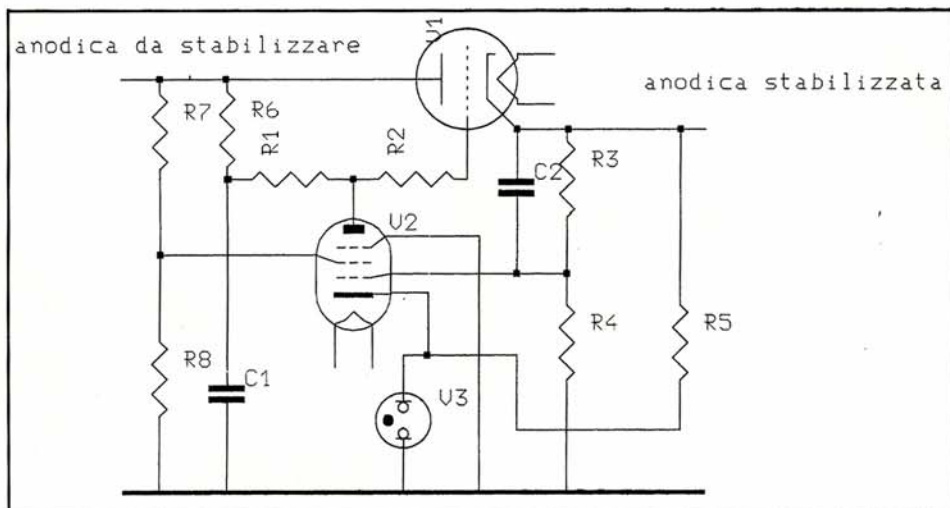

Fig. 2 - Evoluzione del circuito di Fig. 1.
La seconda miglioria applicabile al circuito di base (Fig. 2) è quella di collegare la griglia del tubo pilota all'uscita attraverso un condensatore di forte capacità; tale modifica aumenta chiaramente il guadagno dell'amplificatore poiché elimina la perdita dovuta al partitore di uscita, che divide solitamente almeno per due. Tutto funziona però fintanto che la sua reattanza rimane trascurabile nei confronti delle resistenze di partizione e non può evidentemente migliorare la stabilità a lungo termine (mentre aiuta enormemente a sopprimere il ripple). Il tubo a gas viene poi generalmente alimentato a partire dalla tensione di uscita, proprio perché presumibilmente già stabile (1). La griglia schermo del pentodo risulta spesso connessa alla tensione d'ingresso non stabilizzata, previa opportuna partizione, per compensare il sistema anche da eccessive variazioni della tensione di rete, per il quale il tubo pilota è altrimenti sordo. Alcune volte, ma qui comin-